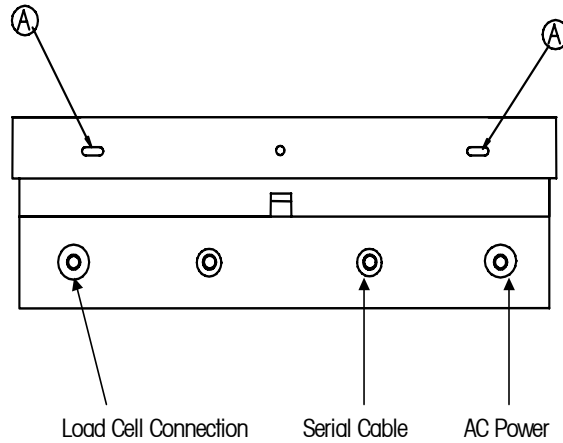

Figura 2-1
5. Apriete la parte superior del panel contra el gabinete y levántela para que salga del camino de las dos presillas superiores. La tapa se balanceará hacia abajo, colgando de un alambre en la parte inferior. La Figura 2-1 muestra la ubicación de las dos ranuras (A).